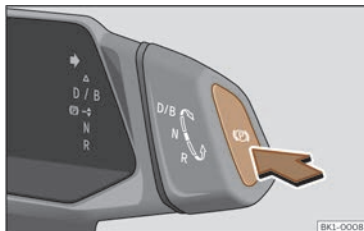

Fig. 141 Sur le sélecteur de vitesses : la touche de frein de stationnement électronique.
- Véhicule à l'arrêt, appuyez sur la touche >>> **fig. 141**.
- Appuyez sur la touche >>> **fig. 141**. Il active le frein de stationnement électronique.